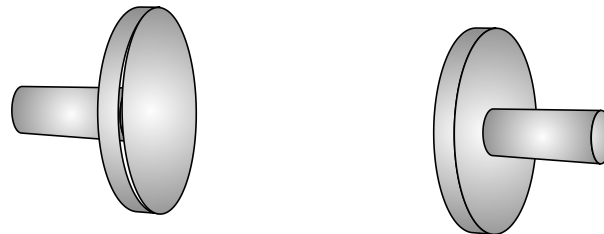

Abbildung 3: Skizze zum Freischneiden der Reibkupplung.
- a) Schneiden Sie die Reibkupplung frei und tragen Sie alle externen Kräfte bzw. Momente und Schnittkräfte sowie Schnittmomente ein. Verwenden Sie dazu die Skizze in Abbildung 3. 2 P. |
- b) Im Folgenden soll lediglich die rotatorische Bewegung der einzelnen Scheiben untersucht werden. Führen Sie dazu generalisierte Koordinaten ein, tragen Sie diese in die Skizze in Abbildung 3 ein und geben Sie die Drehimpulserhaltungssätze für beide Scheiben an. 2 P. |